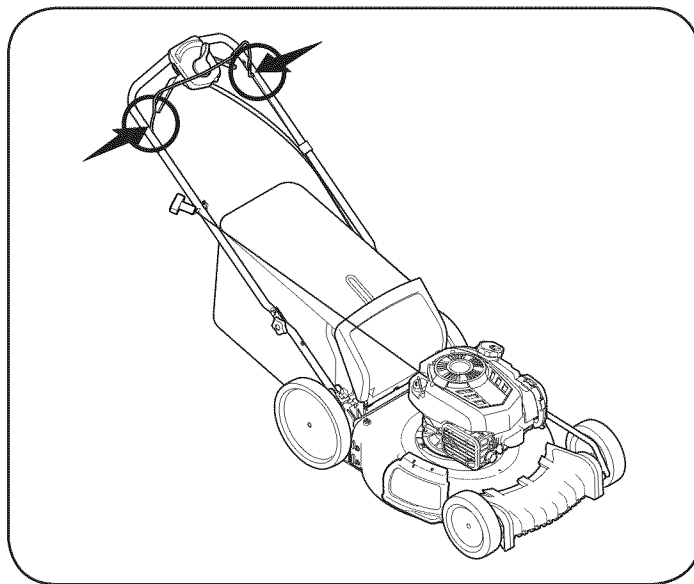

Figura 16
1. Lubrique con aceite ligero los puntos de pivote del control de la cuchilla al menos una vez cada estación. Este control debe funcionar libremente en ambas direcciones. Vea la Figura 16.